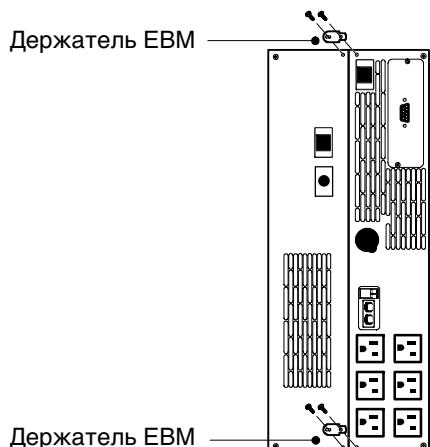

Рисунок 7. Установка держателей EBM
2. Снимите угловые винты с задней панели (см. Рисунок 7), чтобы установить держатели EBM. Выбросьте винты.